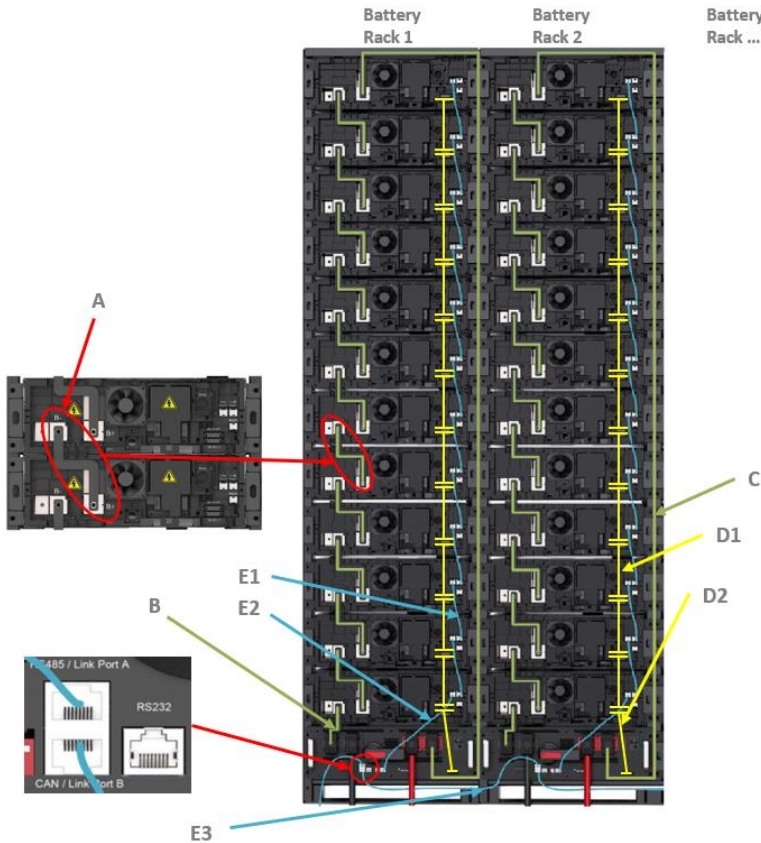
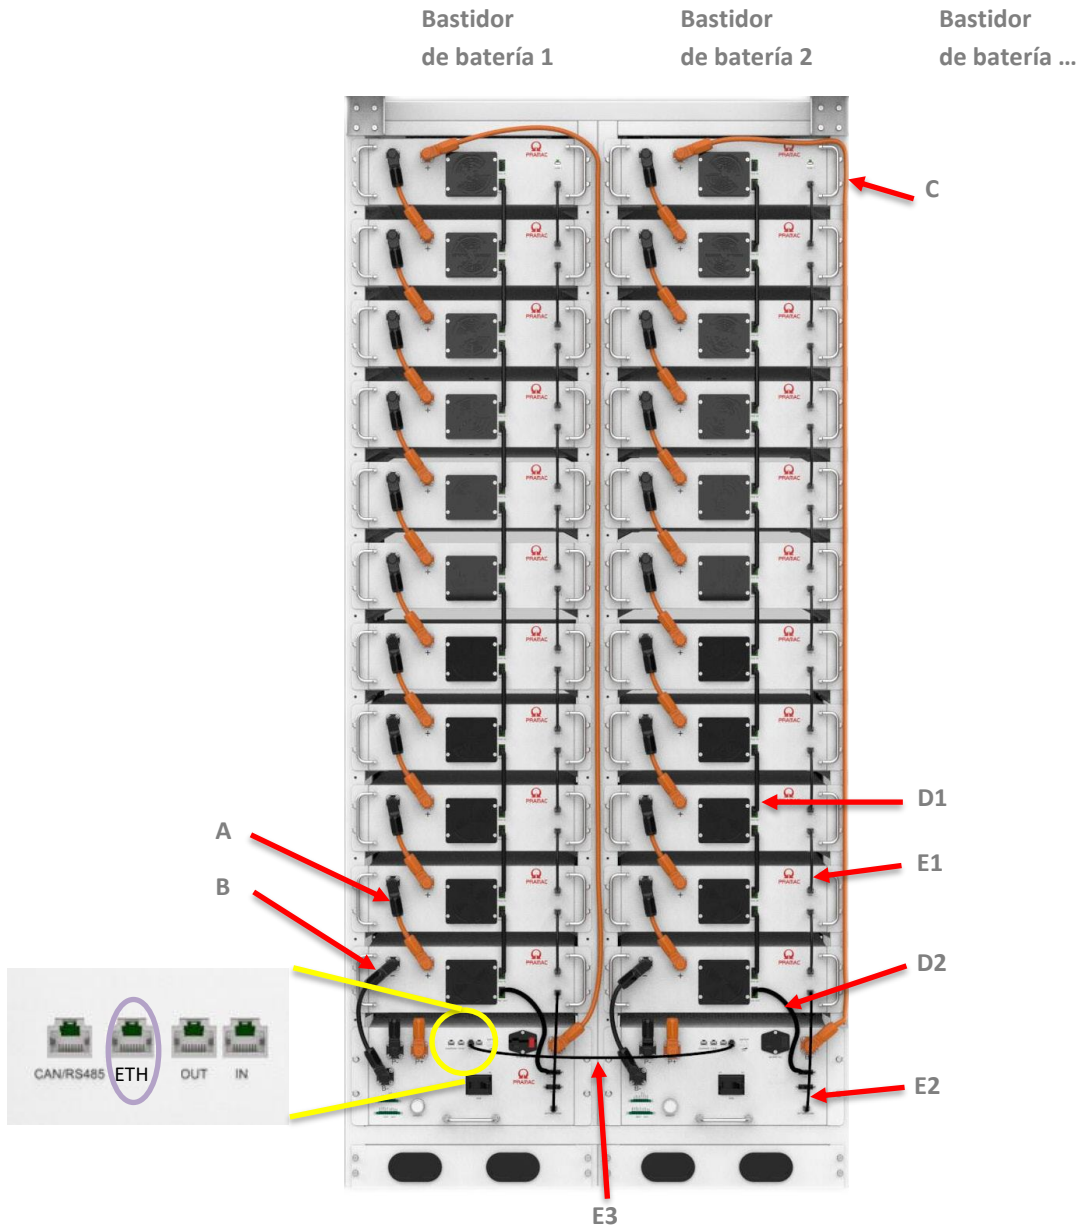

Figura 3-11: Descripción general del cableado del bastidor de batería BSC MAX Pro
Figura 3-13: Descripción general del cableado BSC PWR
- Conecte el cableado de CC como se muestra (líneas A, B y C; consulte la "Figura 3-11: Descripción general del cableado del bastidor de batería BSC MAX Pro").
Véase la "Figura 3-11: Descripción general del cableado del bastidor de batería BSC MAX Pro" y "Figura 3-13: Descripción general del cableado BSC PWR".